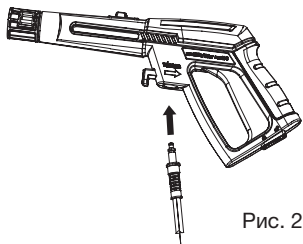

Рис. 2
1. Вставьте шланг в пистолет до появления характерного щелчка (Рис. 2).